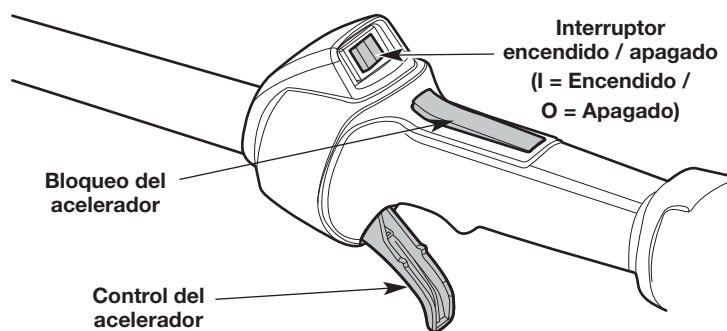

Fig. 11
NOTA: No es necesario encender la unidad. El interruptor de encendido/apagado está en la posición **Encendido (I)** en todo momento (Fig. 11).
3. Oprima y mantenga el bloqueo de acelerador (Fig. 11). Apriete y mantenga oprimido el control del acelerador (Fig. 11).
2. Oprima y mantenga apretado el interruptor de encendido/apagado en la posición **Apagado (O)** hasta que el motor se pare por completo (Fig. 11).